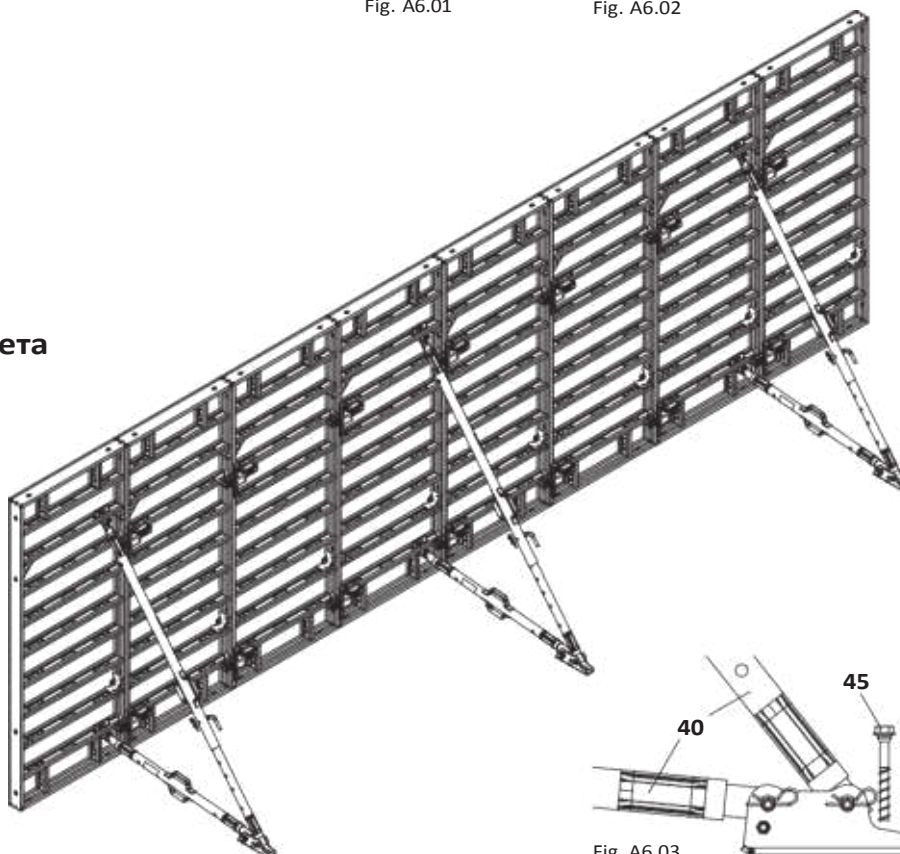

Fig. A6.03
2. Монтирайте петата, напр. с PERI анкерни болтове 14/20 x 130 или подобни (45). (Fig. A6.03)